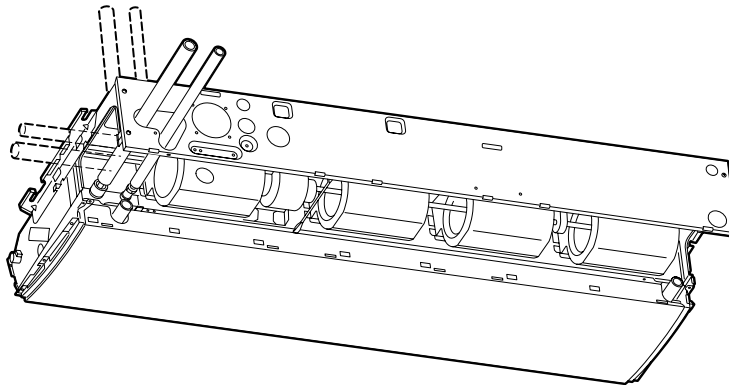

Abb. 3-130b
- * Wenn der Ablaufschlauch durch die linke Seite geführt wird, sich auf Abb. 3-130b beziehen, dann zum Installieren des Schlauchs die obigen Anweisungen ausführen. Den vorher herausgenommenen Gummistopfen wieder an der rechten Seite anbringen. Der Gummistopfen kann problemlos mit einem Schraubendreher oder einem ähnlichen Werkzeug in die Ablauföffnung der Haupteinheit hineingedrückt werden. Dabei den Gummistopfen bis zum Anschlag in die Ablauföffnung der Haupteinheit drücken.